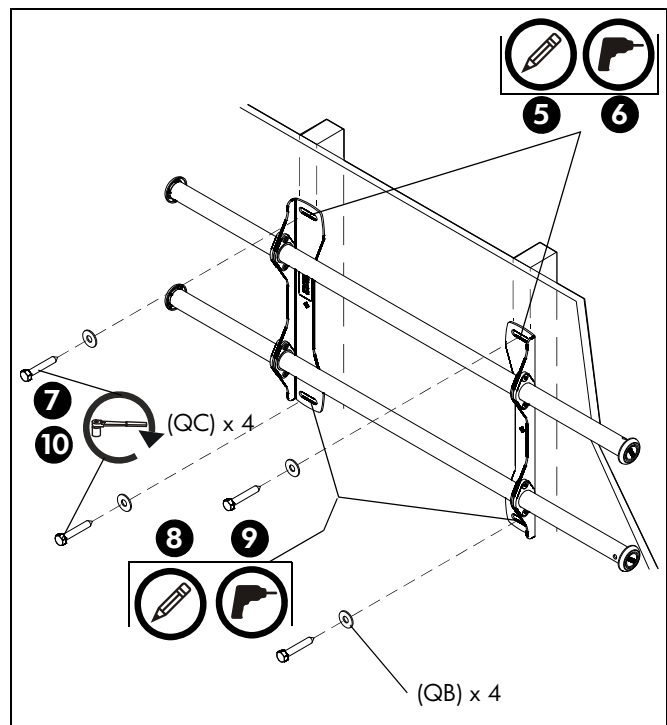

рис. 2
5. При помощи уровня сделайте на стене отметки на каждой из стоек каркаса там, где будут расположены верхние монтажные отверстия. (См. рис. 2)
7. С помощью двух болтов 5/16 x 2-1/2" (QC) и двух плоских шайб 5/16" (QB) прикрепите верхнюю часть крепления к стене. (См. рис. 2)
8. Отметьте точки размещения нижних монтажных отверстий и убедитесь в том, что эти точки расположены на стойках каркаса. (См. рис. 2)
9. Просверлите направляющие отверстия диаметром 5,5mm (7/32") в местах, отмеченных для нижних монтажных отверстий. (См. рис. 2)
10. С помощью двух болтов 5/16 x 2-1/2" (QC) и двух плоских шайб 5/16" (QB) прикрепите крепление через нижние монтажные отверстия. (См. рис. 2)